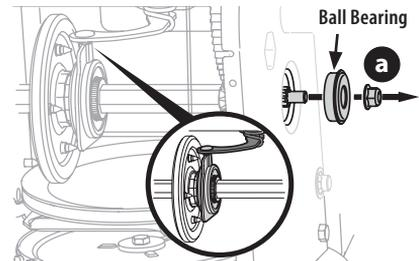

Figure 87
5. Retirez l'écrou (a) qui fixe l'arbre hexagonal au châssis, puis tapez légèrement sur l'extrémité de l'arbre pour faire sortir le roulement à billes du côté droit du châssis. Voir Figure 87.